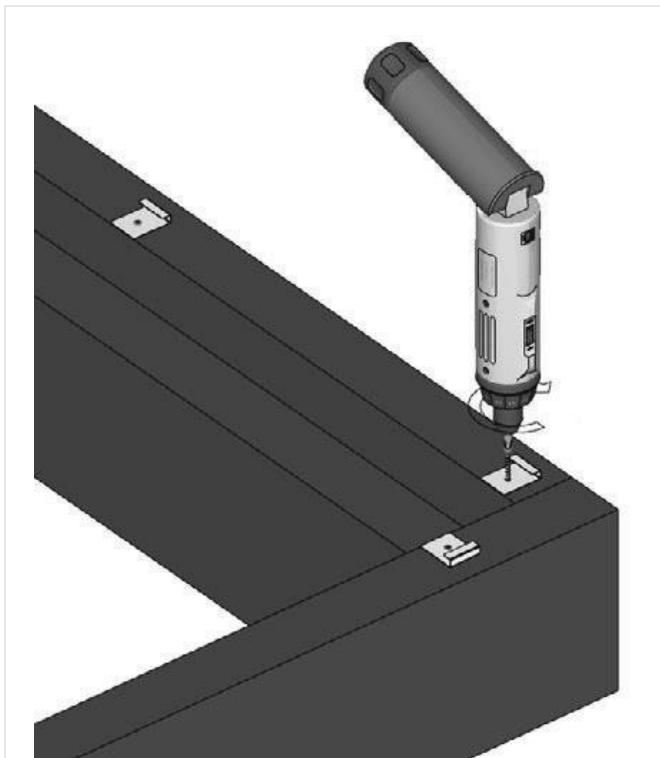

FIG. 21 – CLIPS DE DÉPART FIXÉS SUR LA LAMBOURDE EXTÉRIEURE
- 01 Fixez les clips de départ sur la lambourde extérieure (fig. 21) à intervalles de 300 mm.